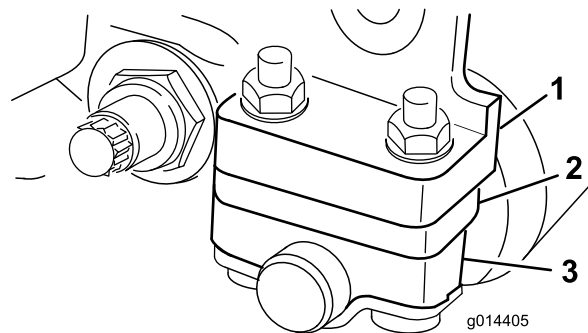

Figura 7
1. Ajuste os suportes do rolo traseiro no limite de corte desejado posicionando a quantidade necessária de espaçadores por baixo da flange de montagem da placa lateral (Figura 7), de acordo com a secção Tabelas de altura de corte e de seleção de lâminas (página 12).